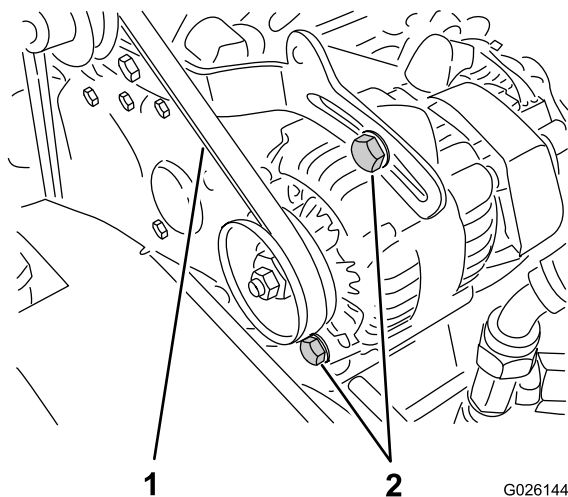

Figura 60
2. Compruebe la tensión presionando la correa en el punto intermedio entre las poleas del cigüeñal y del alternador con una fuerza de 10 kg (22 libras) (Figura 60).
- A. Afloje los 2 pernos de montaje del alternador (Figura 60).
luego apriete los pernos de montaje (Figura 60).